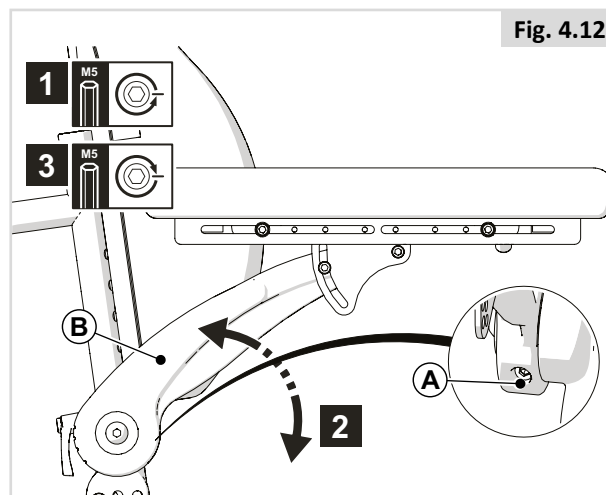

Fig. 4.12
PARTIE 1 (Fig. 4.12)
Pour atteindre facilement la vis arrière lorsque les accoudoirs sont bas, desserrez les vis (A) de la Fig. 4.12 et inclinez la manchette pour rendre la vis plus accessible.